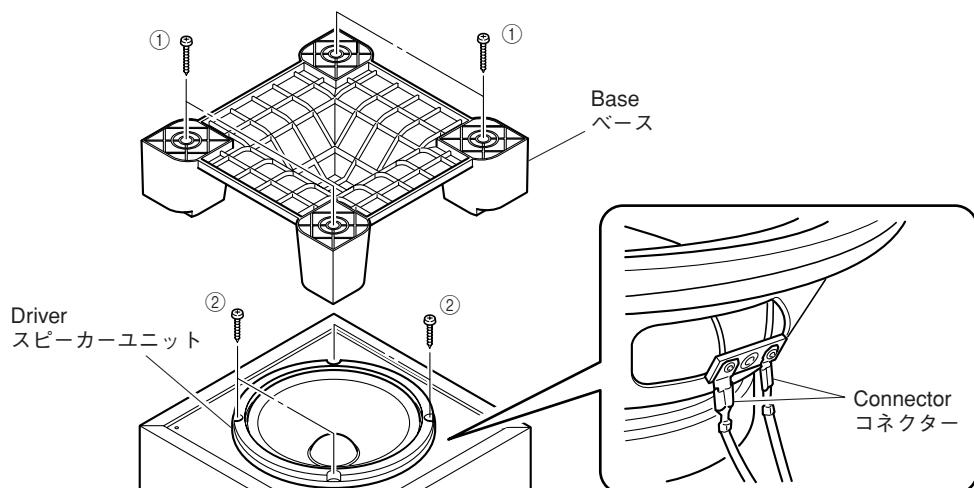

Fig. 1
- Remove 4 screws (①) and then remove the Base. (Fig. 1)
- Remove 4 screws (②) and then remove the Driver. (Fig. 1)
- Disconnect the connector connected to the terminal of the Driver. (Fig. 1)
- ①のネジ4本を外し、ベースを取り外します。(Fig. 1)
- ②のネジ4本を外し、スピーカーユニットを取り外します。(Fig. 1)
- スピーカーユニットの端子に接続されているコネクターを外します。(Fig. 1)